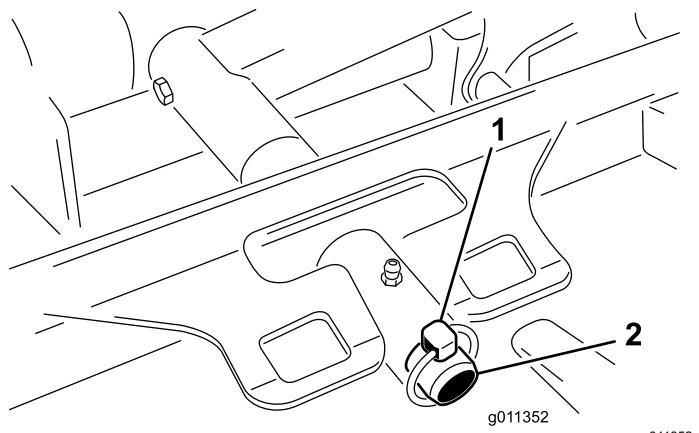

Figura 119
3. Retire el pasador de seguridad (para máquinas Groundsmaster 4500) o la tuerca de retención (para máquinas Groundsmaster 4700) que sujeta el bastidor de tiro de la unidad de corte a la barra de giro del brazo de elevación (Figura 119).
- Deslice el bastidor de tiro de la unidad de corte sobre el pasador de giro del brazo de elevación (Figura 119). Sujete la unidad de corte al pasador con el pasador de seguridad (para máquinas Groundsmaster 4500) o la tuerca de retención (para máquinas Groundsmaster 4700).